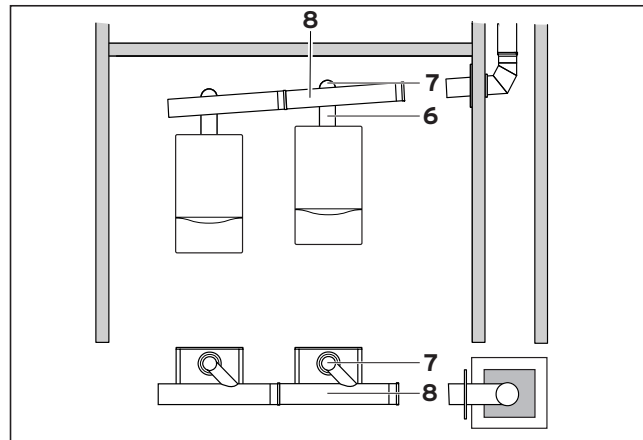

Рис. 3.12 Монтаж базового комплекта 303 950
- Наденьте оголовок шахты (7) на алюминиевую трубу (6) и закрепите ее дюбелями к винтам на стенке шахты.
- Закрепите верхнюю крышку (8), предназначенную для вентиляции пространства между стенкой шахты и наружной поверхностью дымоотводящей трубы, входящим в объем поставки страховочным тросом (9) за алюминиевую трубу и зафиксируйте верхнюю крышку на оголовке шахты (7).
- Установите дымоотводящую трубу PP 130 длиной 500 мм из базового комплекта 303 950 (10) на опорный отвод (рис. 3.12).
- Укоротите гильзу DN 160 для отверстия в шахте (11) до толщины стенки шахты и надвиньте её на дымоотводящую трубу так, чтобы она заканчивалась на уровне внешней стенки шахты.
- Наденьте входящую в объем поставки декоративную манжету (12) на трубу газохода. Закрепляйте декоративную манжету только после окончания монтажных работ на шахте.
- У основания шахты выполните отверстие для проветривания шахты размером не менее 150 мм x 150 мм для вентиляции тыльной части шахты и закрепите вентиляционную решетку (13). Учитывайте требования к по обеспечению воздухом для сжигания топлива, приведенные на стр. 6.